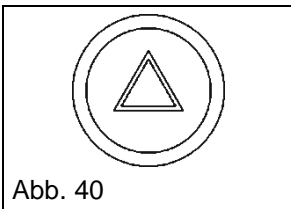

Abb. 40
2. Drücken Sie den Anholtaster auf der Druckknopftafel (Abb. 40).